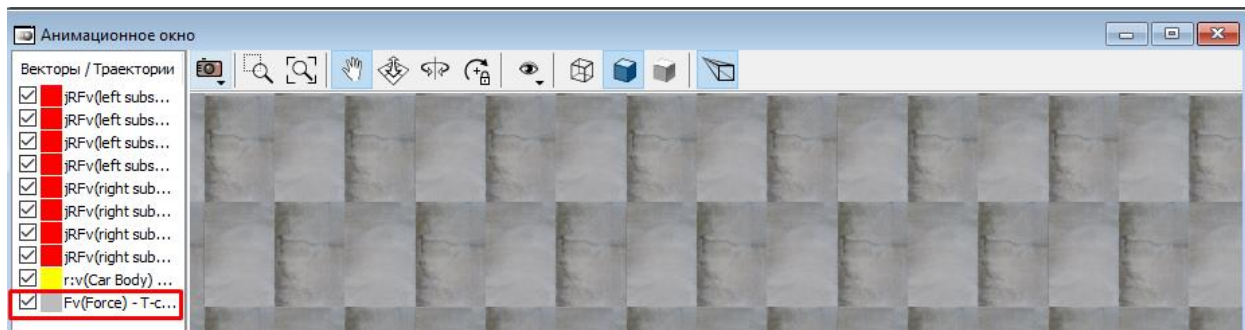
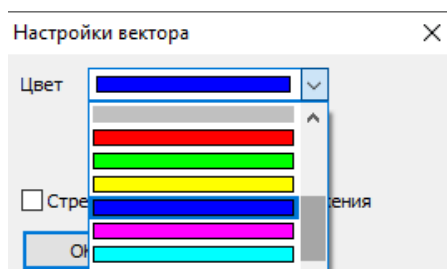

Рис. 27. Список векторов в анимационном окне
Рис. 28. Окно настроек вектора
7. Перетащите переменную в любое анимационное окно или в оба окна. Окно **Мастера переменных** можно закрыть. После этого в анимационном окне в списке векторов отобразится вектор **Fv(Force)**, см. рис. 27. При желании можно поменять цвет вектора. Для этого вызовите **окно настроек вектора** двойным щелчком по самому вектору, см. рис. 28.